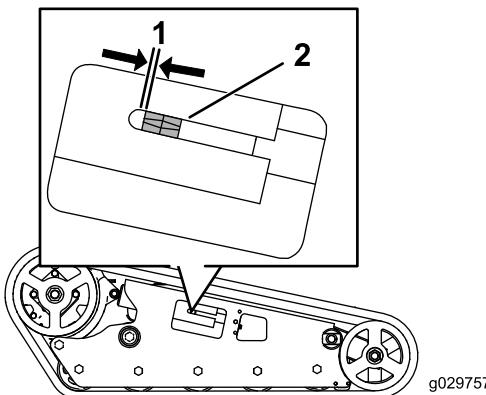

Figura 54
La tuerca tensora debe estar a 0,64 cm de la tangente de la ranura del tubo tensor (Figura 54). Si no es así, ajuste la tensión de las orugas usando el procedimiento siguiente:
4. Usando una llave de vaso de $\frac{1}{2}$ ", gire el tornillo tensor en sentido antihorario hasta que la distancia entre la tuerca tensora y la parte de atrás del tubo tensor sea de 0,64 cm, según se muestra en Figura 54.
10. Gire el tornillo tensor en el sentido contrario a las agujas del reloj hasta que la distancia entre la tuerca tensora y la parte de atrás del tubo de horquilla (Figura 54) sea de 0,64 cm.
10. Gire el tornillo tensor en sentido antihorario hasta que la distancia entre la tuerca tensora y la tangente de la ranura del tubo tensor (Figura 54) sea de 0,65 cm.